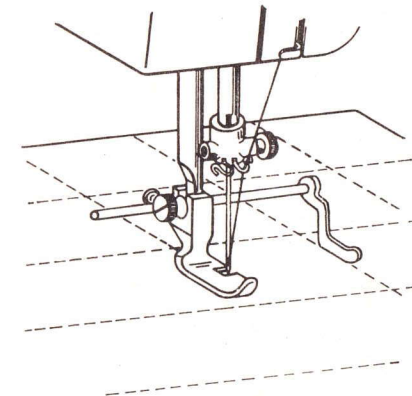

Abb. 54
40. Wattierungsarbeiten (Abb. 54)